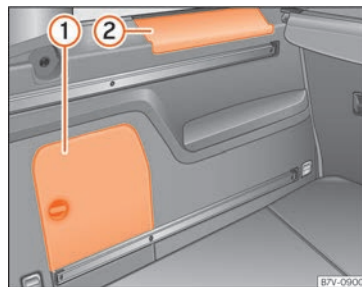

Fig. 167 En el maletero: compartimento portaobjetos lateral.
En el lateral del maletero hay otros compartimentos » » fig. 167 ① y ②. Para abrir el compartimento ①, gire el cierre en el sentido de las agujas del reloj. Para abrir el compartimento ②, levante la cubierta. En el compartimento ① puede encontrarse el **cambiador de CD** montado de fábrica. En la cubierta del compartimento ① pueden guardarse de modo seguro las cubiertas de los soportes de la bandeja.